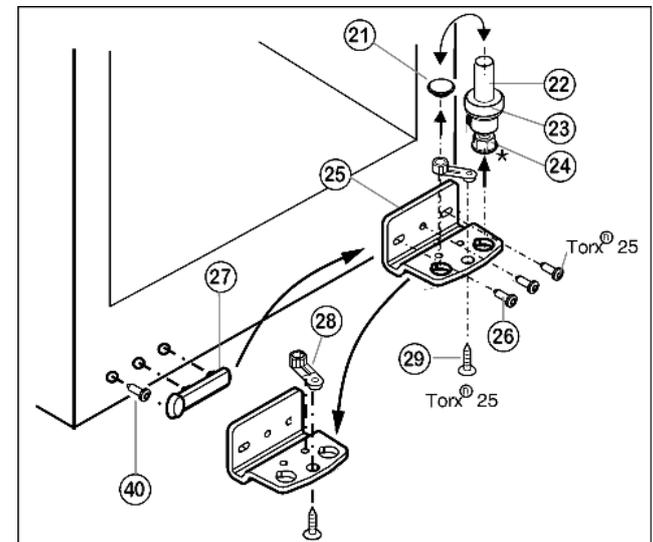

Fig. 5
- ▶ Togliere completamente il perno di supporto Fig. 5 (22) con lo spessore Fig. 5 (23) e il piedino di regolazione* Fig. 5 (24), estrarre tirando verso l'alto.
- ▶ Togliere il tappo Fig. 5 (21).
- ▶ Svitare il blocco di supporto Fig. 5 (25).
- ▶ Svitare l'elemento di supporto Fig. 5 (28) e spostarlo nel foro di alloggiamento opposto, serrarlo nuovamente.
- ▶ Staccare la copertura lato maniglia Fig. 5 (27) facendo attenzione, svitare le viti Fig. 5 (40) e spostarle sul lato opposto.
- ▶ Fissare nuovamente il blocco di supporto Fig. 5 (25) sul nuovo lato cerniere, eventualmente servendosi di un avvitatore a batteria (a 4 Nm).
- ▶ Inserire nuovamente il tappo Fig. 5 (21) nell'altro foro.
- ▶ Inserire nuovamente il perno di supporto Fig. 5 (22), con lo spessore e il piedino di regolazione*. Prestare attenzione in modo l'arresto sia rivolto verso il dietro.
- ▶ Appoggiare la porta inferiore dall'alto sul perno di supporto in basso Fig. 5 (22).
- ▶ Se necessario, allineare la porta sopra le due asole nel blocco di supporto in basso Fig. 5 (25) a filo con l'involucro dell'apparecchio. Svitare la vite centrale.